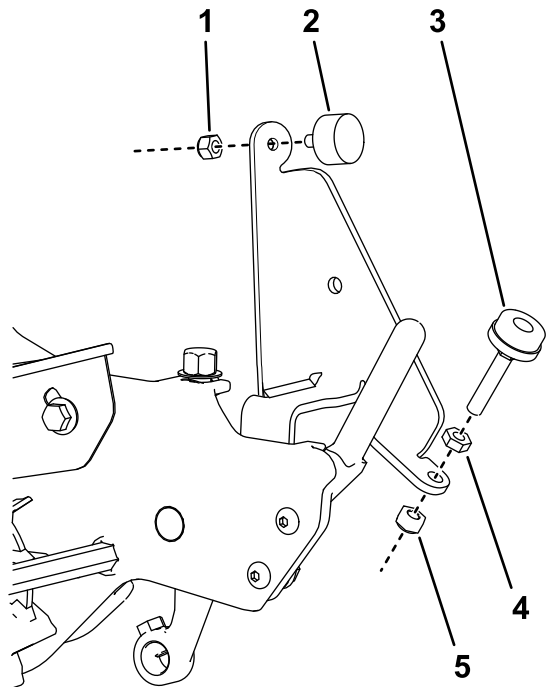

Figura 2
5. Instale um parafuso de ajuste da alavanca em ambos os suportes da escova como se mostra na Figura 2.
4. Instale um amortecedor de borracha em ambos os suportes da escova com uma porca de bloqueio (1/4 pol.) como se mostra na Figura 2.